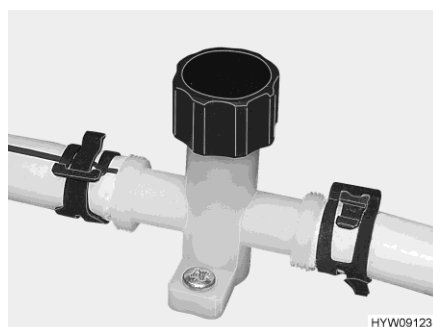
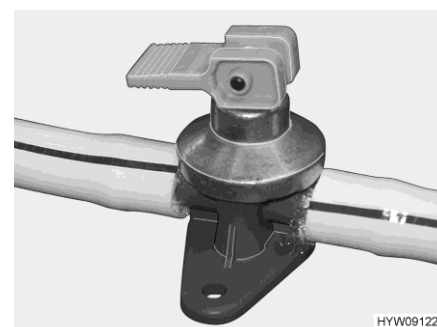

Fig. 207 Llave de desagüe (tubería de agua)
Fig. 208 Llave de desagüe (caldera Alde)
- Cerrar las llaves de desagüe (Fig. 207 y Fig. 208). Para ello, cerrar los capuchones girándolos en sentido de las agujas del reloj, o colocar el balancín en posición horizontal. El lugar de instalación de la válvula de seguridad/purga y de las llaves de desagüe figura en el apartado 10.7 al final del presente capítulo.